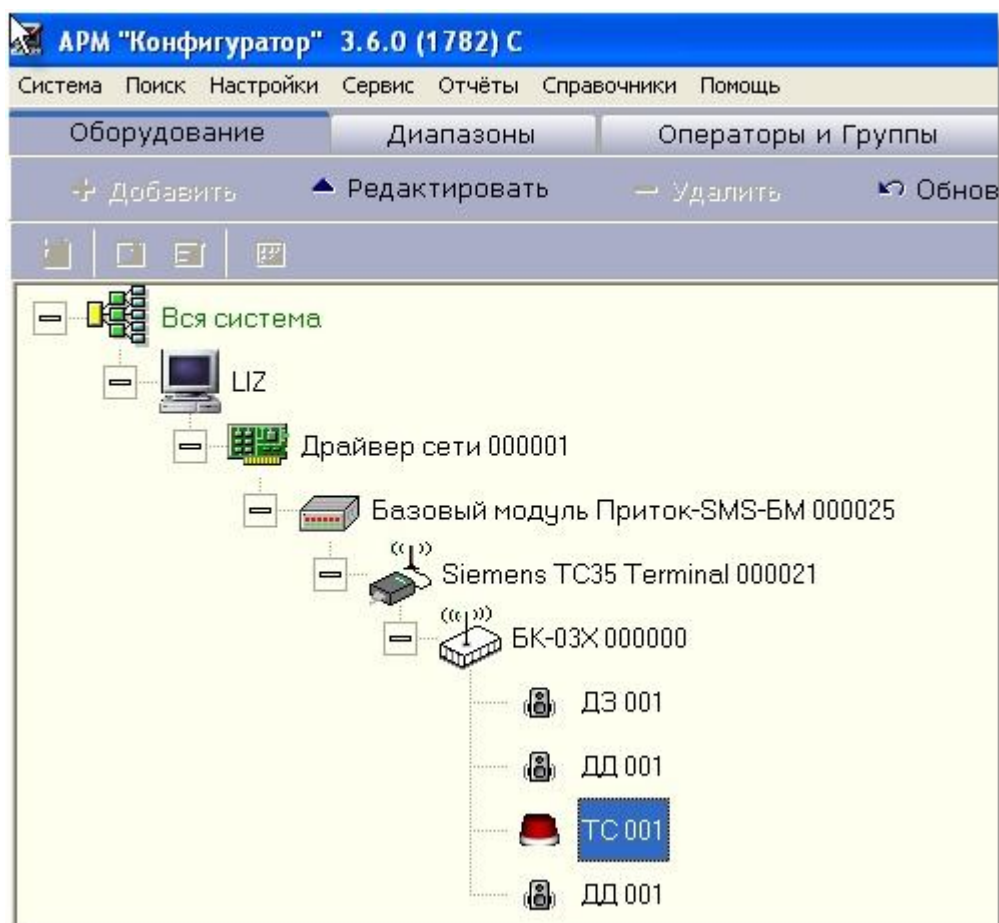

Рисунок 8. Добавление бортового комплекта к БМ в АРМ Конфигураторе.
4.1 Бортовые комплекты БК-03 ЛИПГ.421451.004 добавляются к БМ по следующей схеме: компьютер → драйвер сети → Базовый модуль Приток-SMS-БМ → Siemens TC35 (MC55) → БК-03X (см. рис. 8).